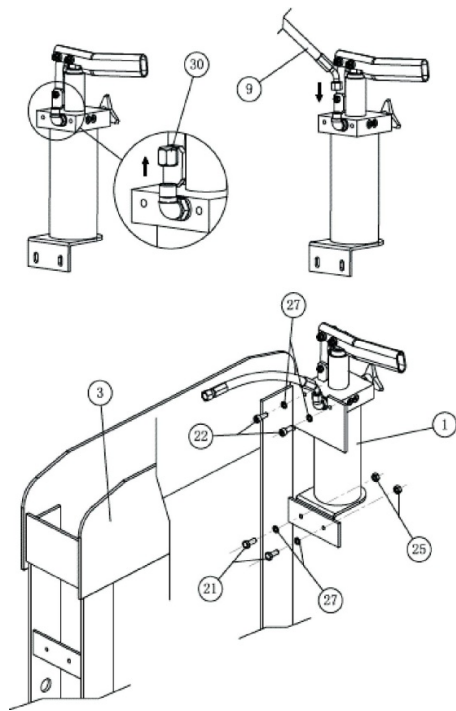

Рис. 1
Перед началом сборки разложите перед собой все детали и узлы\*. См. рис. 1. Рекомендуем соблюдать следующую последовательность действий:
При сборке используйте чертеж (см. рис. 1) в разборном виде с пронумерованными деталями. Перед началом сборки, разложите все детали перед собой. Следуйте следующим шагам:
1. Снимите поз. 30 с цилиндра (1) и присоедините шланг (9)
2. Установите цилиндр (1), как показано на рис. 1
3. Используйте крепления поз. (21), (22), (25), (27) для соединения цилиндра (1) с рамой прессы (3), тщательно закрутите гайки.